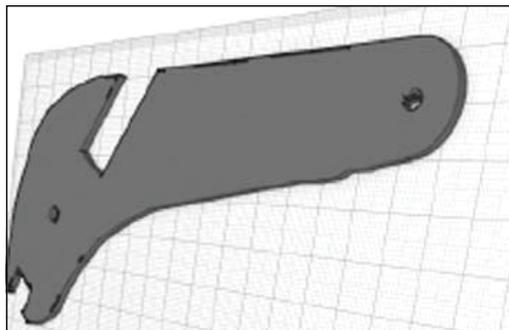

Рис. 34. Вид загруженного объекта
4. Изменить ее размеры до нужных нам (рис. 34).